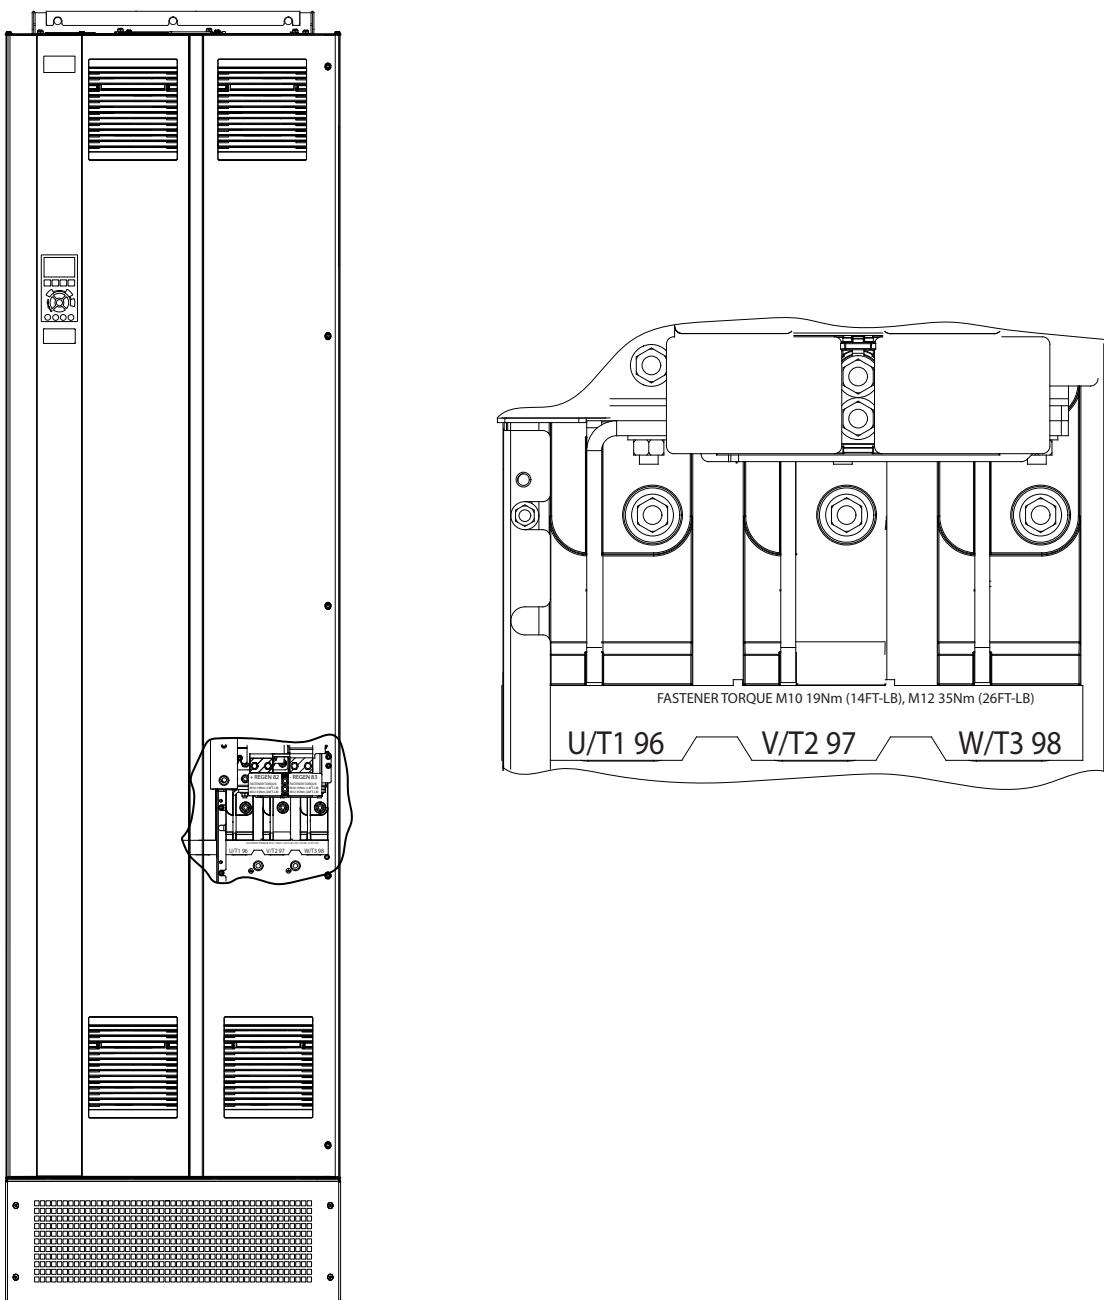

图 5.3 交流电机端子（所示为 E1h）。有关端子的详细视图，请参考章 5.7 端子尺寸
4. 将三相电机线路连接到端子 96 (U)、97 (V) 和 98 (W) 上，如图 5.3 所示。